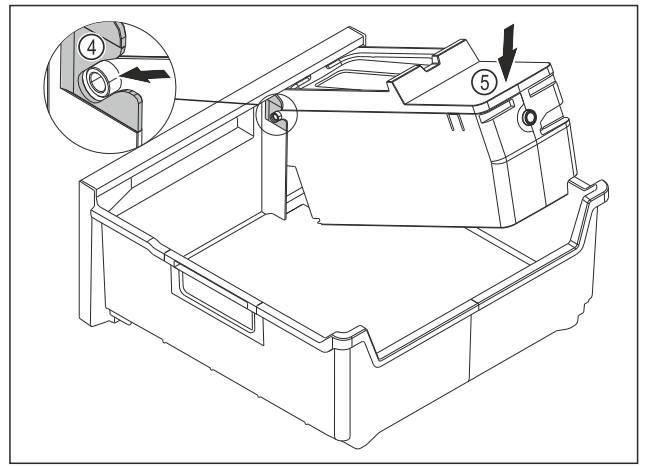

Fig. 134
- ▶ Montare il corpo dell'EasyTwist-Ice: Inserire gli assi del corpo dell'EasyTwist-Ice nelle guide Fig. 134 (4).
- ▶ Spingere il corpo dell'EasyTwist-Ice Fig. 134 (5) posteriore verso il basso.